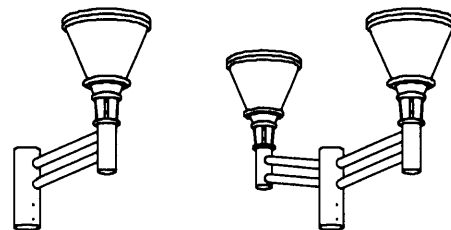

図6
- ④ 再び上蓋を器具にかぶせ、上蓋固定ねじでしっかり固定してください。 (図6)